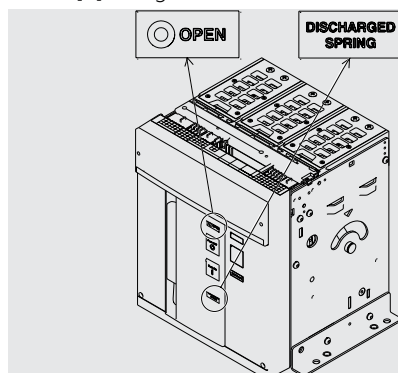

Abbildung 74
1. Sicherstellen, dass der Leistungsschalter ausgeschaltet ist (Anzeige aus/ein "O - OPEN"), und prüfen, dass die Federn entspannt sind (Federnanzeige "weiß - DISCHARGED SPRING") wie angezeigt in Abbildung 74.